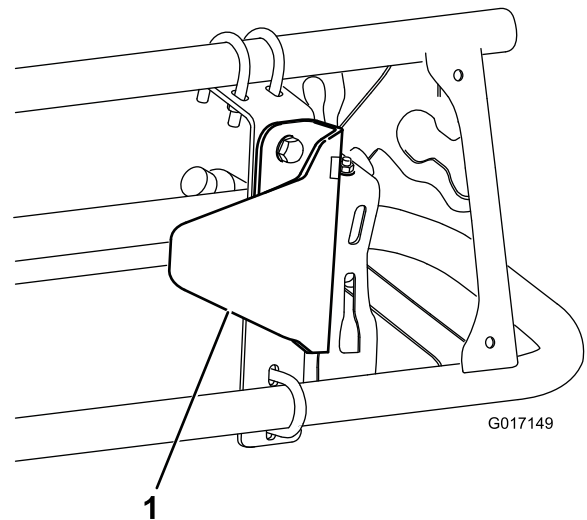

Bild 7
1. Befestigungshalterung (2) 2. Sicherungsmutter (1/4") (12)
2. Befestigen Sie die Sensorschutzvorrichtungshalterung mit zwei Schrauben (5/16 x 3/4") und zwei Bundmuttern (5/16") an der Befestigungshalterung, wie in Bild 7 dargestellt.